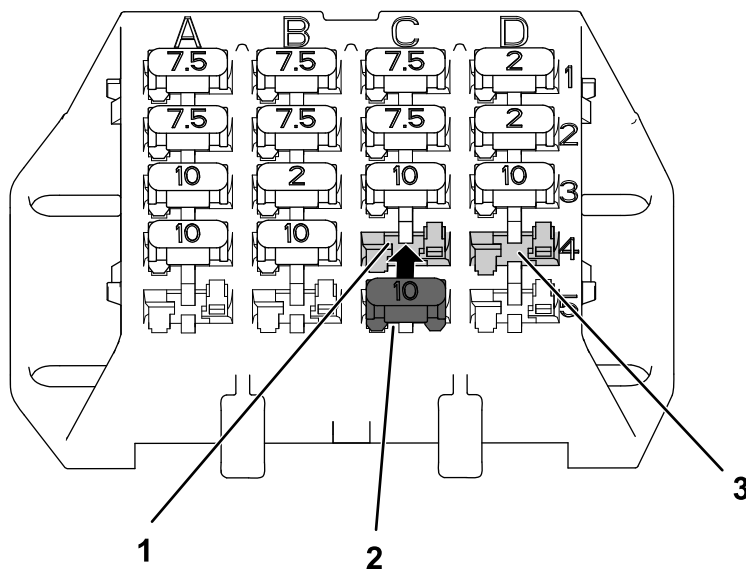

Figura 13
1. Si tiene una máquina más antigua, instale el fusible en la ranura C4 en la caja de fusibles (Figura 13).